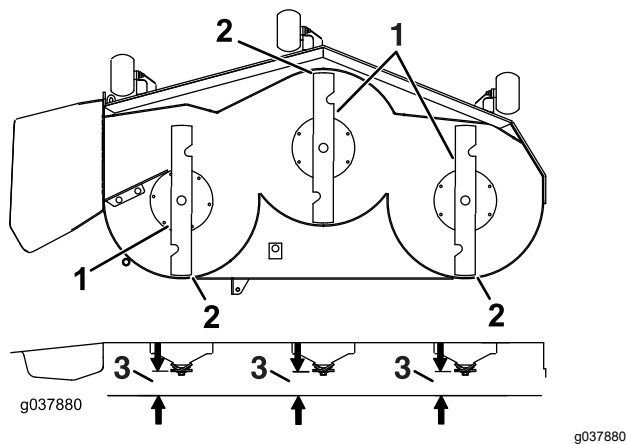

Figure 102
7. Vérifiez l'inclinaison avant/arrière des lames (Figure 102). Vérifiez que la pointe avant de la lame est plus basse que la pointe arrière, comme montré dans le tableau de hauteur de cales et d'inclinaison. Si un réglage est nécessaire, poursuivez cette procédure.